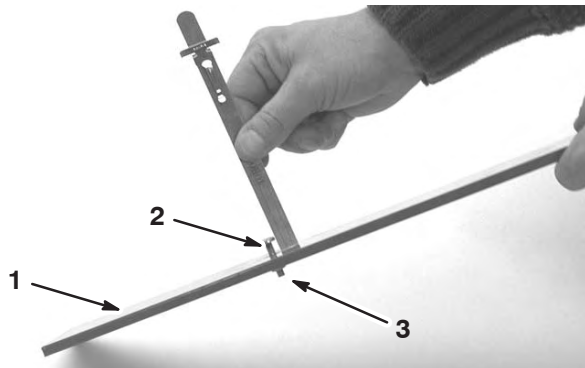

Bild 14
- Lösen Sie die Mutter an der Messlehre (Bild 14) und stellen Sie die Einstellschraube auf die gewünschte Schnitthöhe ein. Der Abstand zwischen dem unteren Ende des Schraubenkopfs und der Stirnseite der Messlehre ist die Schnitthöhe.